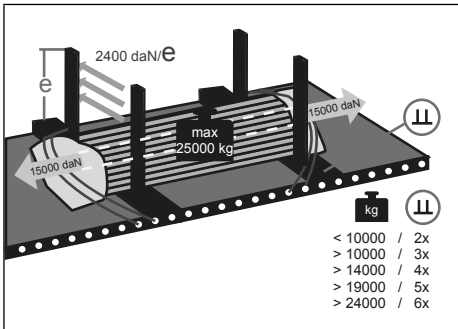

Abb. 8-10: Multi Fix-System
- ▶ Stahlrohre zwischen den senkrechten Stützbalken auf den Auflagebalken positionieren (siehe "Abb. 8-10: Multi Fix-System", S. 71).
- ▶ Sicherungsnetz an den Enden der Stahlrohre anbringen (siehe "Abb. 8-10: Multi Fix-System", S. 71).